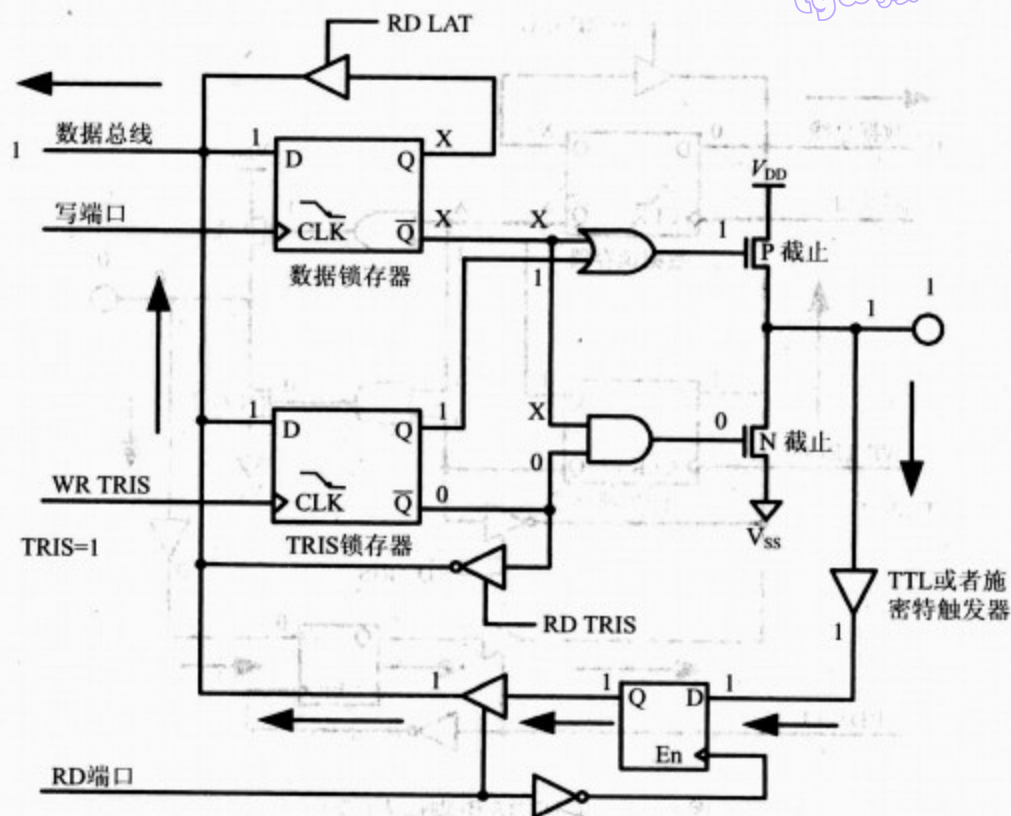
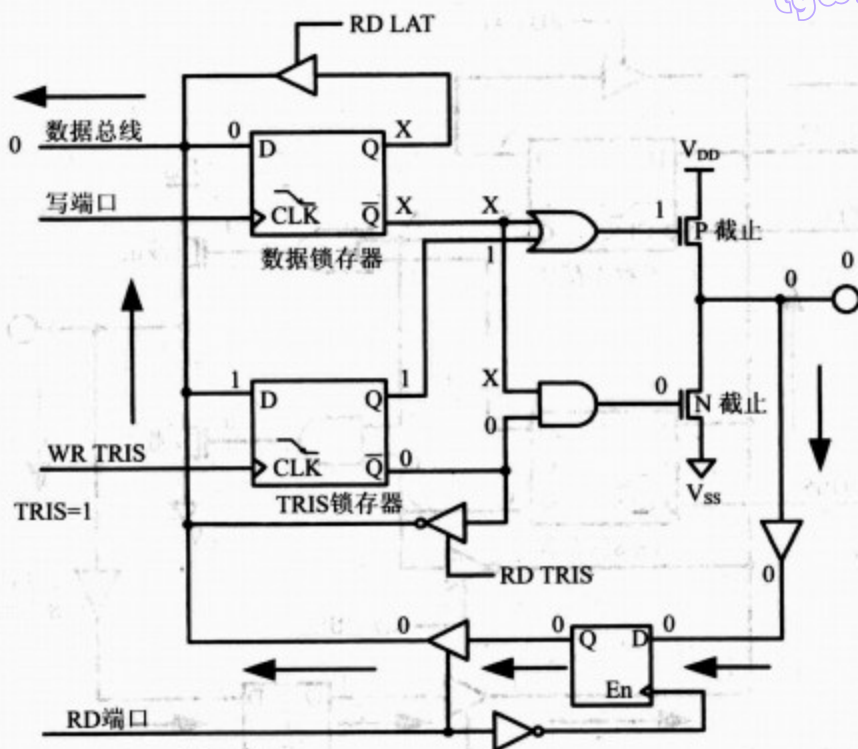

图 C-10 从 PIC18 引脚输入(读)1
图 C-11 从 PIC18 引脚输入(读)0
图 C-10 画出了一个端口的结构和它的 4 个组件。注意,在图 C-10 里,PIC18 端口既有锁存器也有缓冲器。现在的问题是,在读端口的时候,读到的是输入引脚的状态,还是锁存器的状态呢? 这是一个非常重要的问题,答案由使用的指令来决定。因此,读端口的时候就有两种可能:(1)读输入引脚;(2)读锁存器。上面的区别非常重要而且必须要理解,以免损坏 PIC18 的端口。下面分别讨论这两种情况。
(1) 如图 C-10 所示,将 1 写入 TRIS 锁存器以后,Q 位变为“高”电平。因此, $Q=1, \bar{Q}=0$ 。因为  $Q=1$ ,所以晶体管 P 截止。
(2) 由于  $\bar{Q}=0$ , 且  $\bar{Q}$  是连接到 N 晶体管的, 所以晶体管 N 截止。
(3) 当两个晶体管都截止时,它们切断了连接到输入引脚的任何信号到地和  $V_{CC}$  的通路,输入信号将被送入缓冲器。
(4) 当用 `MOVFW PORTG` 这样的指令读输入端口时,实际上是读引脚上的数据。换言之,它把外部引脚状态读入到 CPU。这条指令用来读缓冲器的引脚,将引脚上数据传送到 CPU 内部总线上。图 C-10 和图 C-11 分别描述输入信号为高低电平的情况。